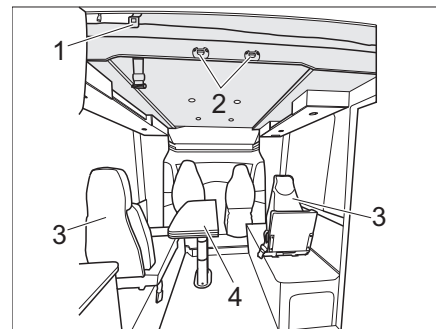

Fig. 160 Cama elevada eléctrica (variante 3)
- Enganchar la escalera de ascenso a las grapas (Fig. 160,2) de la cama elevada con los dos ganchos.
- Mover hacia abajo la mesa plegable de 2 patas, abatible (Fig. 160,4) (ver capítulo 7.8.8).
- Desmontar 2 asientos individuales (Fig. 160,3) y guardar.